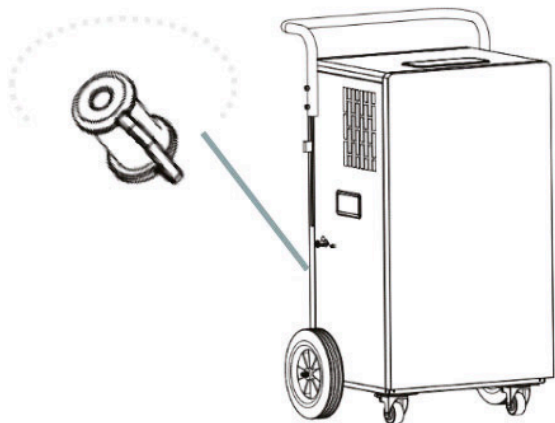

Fig. 3
1. Retirez le bouchon d'eau de la sortie de l'évacuation continue. (fig.3)